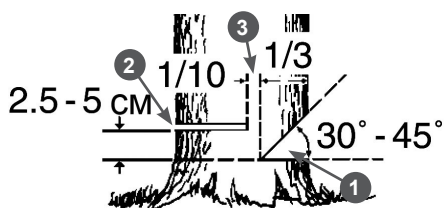

Рис. 9 Расположение запила, пропила и недопила
7. Начните пилить с той стороны дерева, куда оно должно упасть (Рис. 9). Сделайте запил 1 с той стороны, куда должно упасть дерево, глубиной примерно  $\frac{1}{3}$  диаметра ствола и под углом от 30 до 45 градусов (Рис. 9). В начале пиления первым должен коснуться дерева зубчатый упор. Затем, используя зубчатый упор в качестве точки вращения, вращением электропилы погружайте шину с движущейся цепью в древесину. При спиливании крупных деревьев перестановку упора делают несколько раз.
8. Сделайте основной валочный пропила 2 с противоположной стороны, выше основания запила на 2,5-5 см. Между основным пропилом и запилом должен оставаться недопил 3 равный примерно  $\frac{1}{10}$  диаметра ствола. Вставьте своевременно клин в пропила. Недопил 3 действует как шарнир и позволяет контролировать падение дерева (Рис. 9).
Ни в коем случае не допиливать до конца недопил 3 (Рис. 9), так как при этом невозможно контролировать направление падения дерева.